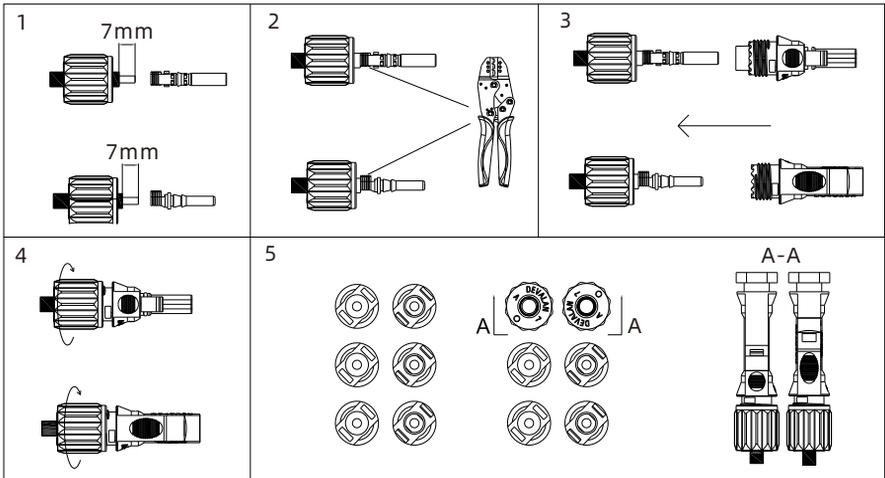

图 6.5 光伏 PV 端子示意图
1. 单台储能变流器需要将该台储能变流器PE电缆接地，多台储能变流器需要将所有的储能变流器PE电缆以及光伏阵列金属架接至同一个地上，以实现等电位连接。连接PV线时需要首先完成PV侧地线连接，连接位置如上图6.5所示；